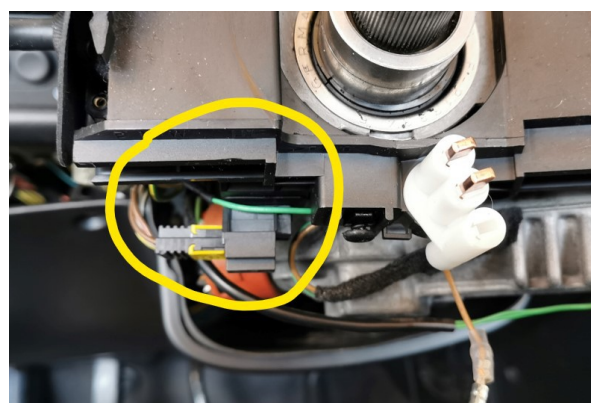

Bild 1: Markierung der Lenkradstellung und Steckverbindung der Wickelfeder
- 3. Schritt** ist das abbauen der Wickelfeder vom Lenkrad. Dazu die drei kleinen Torxschrauben (Bild 1) lösen. Das geht zur Not auch mit einem „Phasenprüfer“, aber dabei die Schrauben nicht beschädigen!
- Möchte man die Mittelposition nochmal überprüfen muss man innen im Lenkrad das weiße Teil zum Entriegeln drücken (Bild 1 links neben der Markierung, das erfolgt beim Einbau wieder durch die Zentralschraube). Dann kann man die Wickelfeder auch am Lenkrad